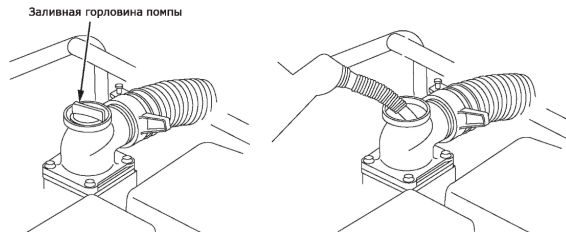

Рис. 7
3. Отверните пробку заливной горловины насоса (Рис. 7).